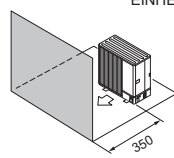

Abb. 2-12
- (4) Hindernisse oder unzugängliche Oberfläche nur auf Vorderseite (Abb. 2-12)